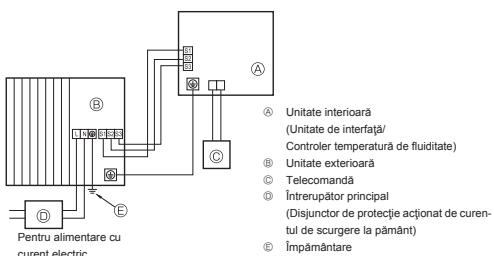
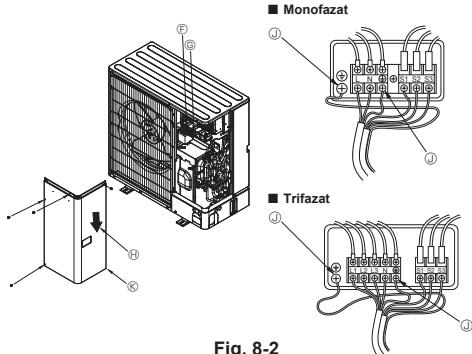

Fig. 8-1
Fig. 8-2
### 8.1. Unitatea exterioară (Fig. 8-1, Fig. 8-2)
① Demontați panoul de întreținere.
② Conectați cablurile respectând instrucțiunile din Fig. 8-1 și Fig. 8-2.